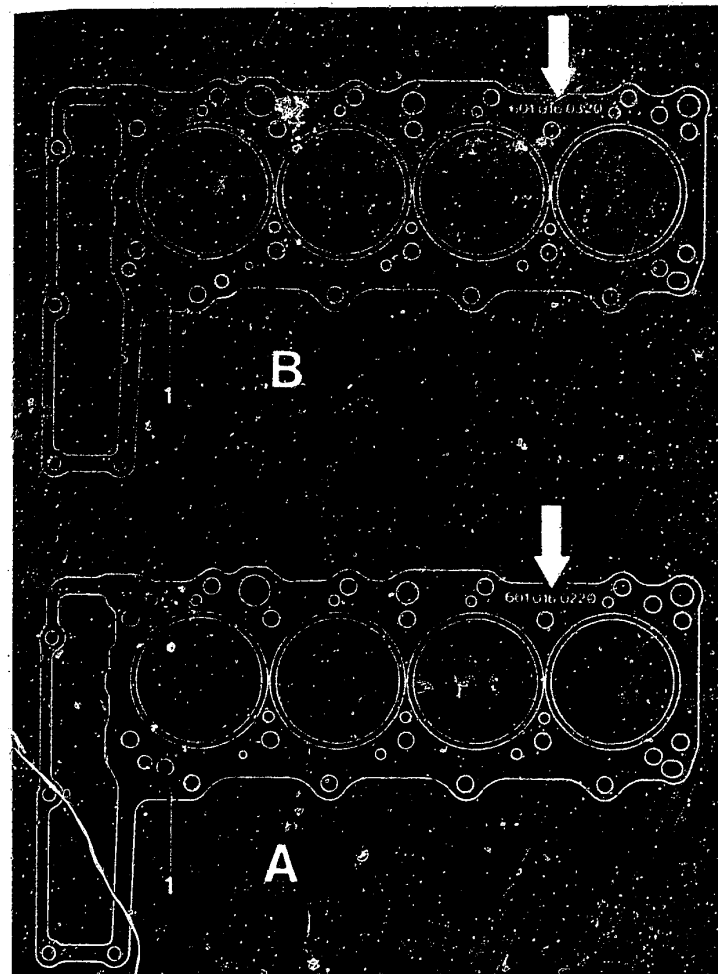

Bild 19 Dieselmotor 601.911: Entsprechend ist auch die Dichtung abgeändert. A zeigt die erste und B die zweite Ausführung.
c) Die **Zylinderkopfdichtung** wie auch der Zylinderkopf der 2. Ausführung dürfen nicht mit der 1. vertauscht werden. Die 2. Ausführung hat vorne links neben dem 1. Zylinder ein zusätzliches Wasserloch (Bild 19).